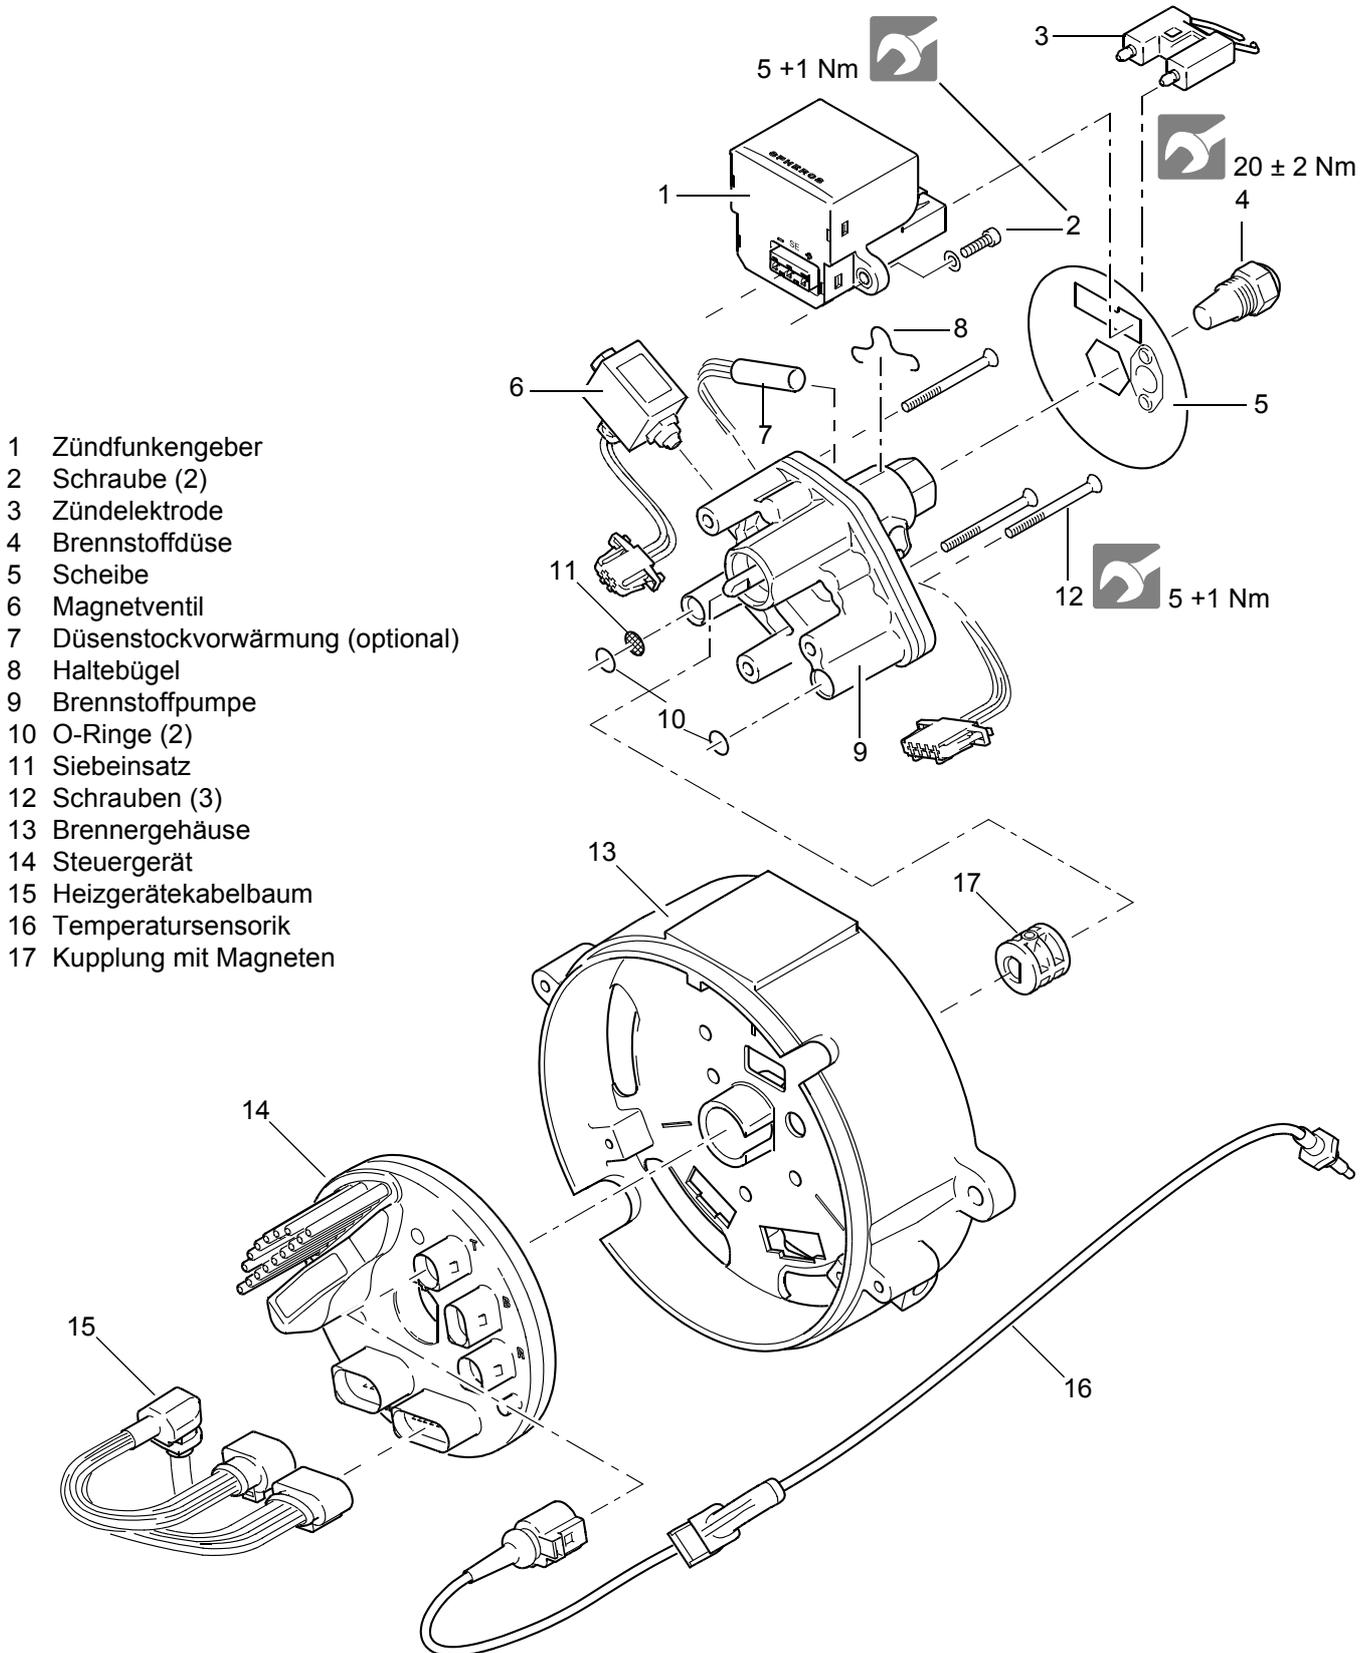
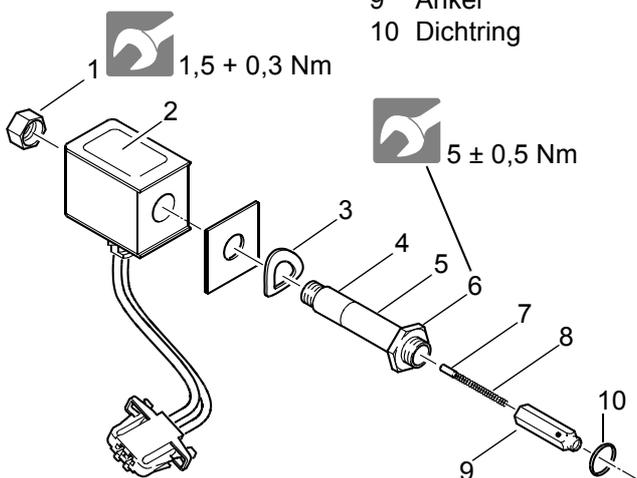

Abb. 806 Aus- und Einbau von Komponenten
Abb. 807 Magnetventil
2. Stecker des Magnetventils (6, Abb. 806) und ggf. der optionalen Düsenstockvorwärmung (7) am Steuergerät (14) abstecken.
5. Heizgeräte-Kabelbaum (15) am Steuergerät (14) abstecken.
6. Steuergerät (14) vorsichtig aus dem Brennergehäuse (13) herausziehen und entfernen.
1. Steuergerät (14, Abb. 806) gegenüber dem Brennergehäuse (13) ausrichten.
2. Steuergerät (14) bis zum Anschlag vorsichtig in das Brennergehäuse (13) schieben.
3. Heizgeräte-Kabelbaum (15) am Steuergerät (14) anstecken.
5. Zündfunktenggeber (1) einbauen (siehe 8.6).
6. Stecker des Magnetventils (6) und ggf. der optionalen Düsenstockvorwärmung (7) am Steuergerät (14) anstecken.
2. Zündelektrode (3, Abb. 806) mit Schraubendreher durch seitliches Verdrehen vom Zündfunktenggeber abhebeln und entfernen. (siehe Abb. 804)
3. Scheibe (5) entfernen.
4. Die Stecker des Magnetventils (6, Abb. 806) und der optionalen Düsenstockvorwärmung (7) am Steuergerät (14) abstecken.
5. Schrauben (12) entfernen und aussondern.
6. Brennstoffpumpe (9) mit Magnetventil (6) abziehen und entfernen.
7. O-Ringe (10) und Siebeinsatz (11) entfernen und aussondern.
8. Ggf. die Düsenstockvorwärmung (7) ausbauen. Dazu den Haltebügel (8) mit einem geeigneten Werkzeug vom Düsenstock entfernen.
9. Ggf. Magnetventil (6) von der Brennstoffpumpe (9) abbauen (siehe 8.9).
1. Ggf. Magnetventil (6, Abb. 806) an der Brennstoffpumpe (9) anbauen (siehe 8.9).
2. Ggf. die Düsenstockvorwärmung (7) einbauen und den Haltebügel (8) mit einem geeigneten Werkzeug wieder am Düsenstock befestigen.
3. Neue O-Ringe (10) und neuen Siebeinsatz (11) an der Brennstoffpumpe (9) anbringen.
3. Scheibe (5, Abb. 806) entfernen.
4. Stecker des Magnetventils (6) am Steuergerät (14) abstecken.
5. Sechskant SW 16 (6, Abb. 807) des Magnetventils (6, Abb. 806) mit einem geeigneten Werkzeug von der Brennstoffpumpe (9) lösen und Magnetventil (6) abschrauben.
1. Dichtring (10, Abb. 807) zur Brennstoffpumpe ist zu erneuern. Auf richtige Einbaulage von Anker, Feder und Stößel achten (siehe Abb. 807).
2. Magnetventil (6, Abb. 806) an der Brennstoffpumpe (9) anbringen.
3. Den Sechskant SW 16 (6, Abb. 807) des Magnetventils mit einem geeigneten Werkzeug anziehen.
4. Stecker des Magnetventils (6, Abb. 806) am Steuergerät (14) anstecken.
5. Scheibe (5) auf den Düsenstock aufstecken und gegenüber dem Flammwächter im Steuergerät (14) und dem Zündfunktenegeber (1) ausrichten.
6. Zündelektrode (3) aufstecken.
Wurde die Mutter SW 12 (1, Abb. 807) gelöst, so ist sie mit dem erforderlichen Drehmoment festzuziehen und anschließend mit Schraubensicherungslack zu sichern.
1. Brennstoffdüse (4, Abb. 806) einschrauben und anziehen. Wird kein Düsenschlüssel verwendet, ist am Sechskant des Düsenstocks der Brennstoffpumpe (9) mit Werkzeug gegenzuhalten.